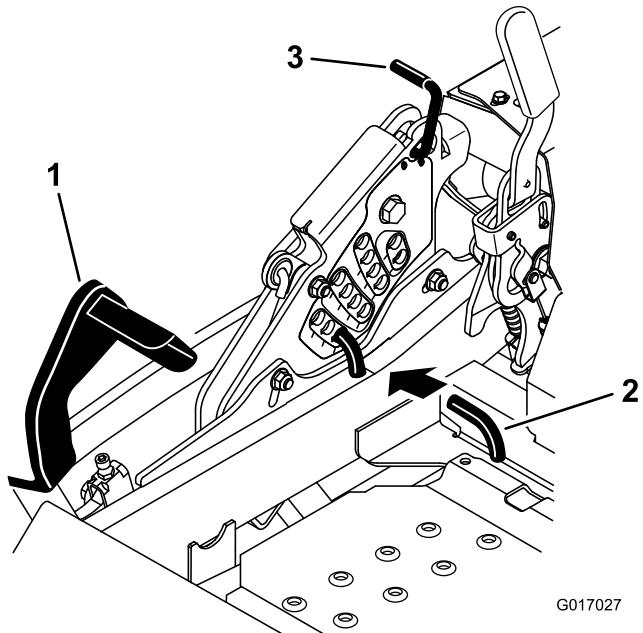

Figura 89
5. Empuje el pedal de elevación de la carcasa hacia delante del todo; la carcasa se enganchará en la posición de transporte de 14 cm (5-1/2 pulgadas) (Figura 89).